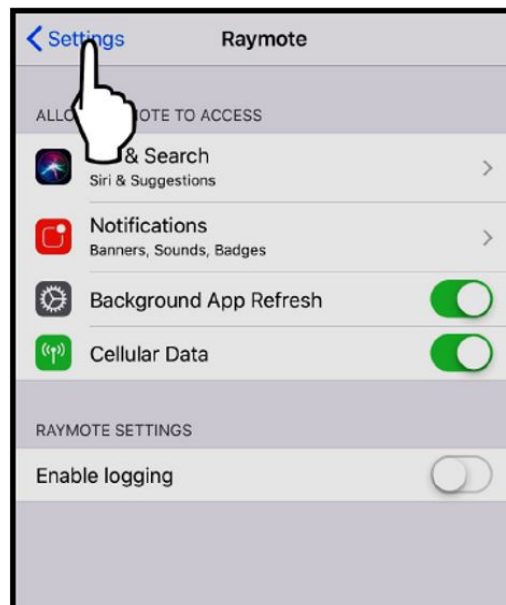

Figure 98. Sélectionnez menu "Settings"
5. Dans le coin supérieur gauche de l'écran, appuyez sur le bouton "Settings" pour afficher le menu des paramètres. Voir Figure 98.